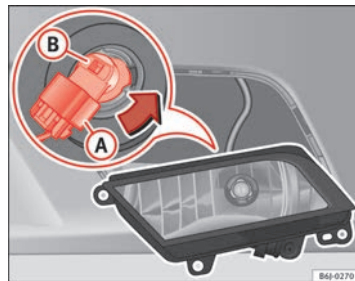

Fig. 168 Projecteur antibrouillard
- Retirez le connecteur ⇒ fig. 168 (A) de l'ampoule.
- Tournez la douille d'ampoule ⇒ fig. 168 (B) vers la gauche puis tirez.